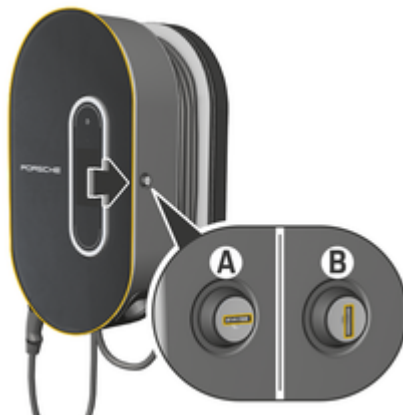

図. 227: ポルシェ充電ドック
- ▶ ロックを **A** (図. 227) の位置に回してください。
- ▶ ロックを **B** (図. 227) の位置に回してください。